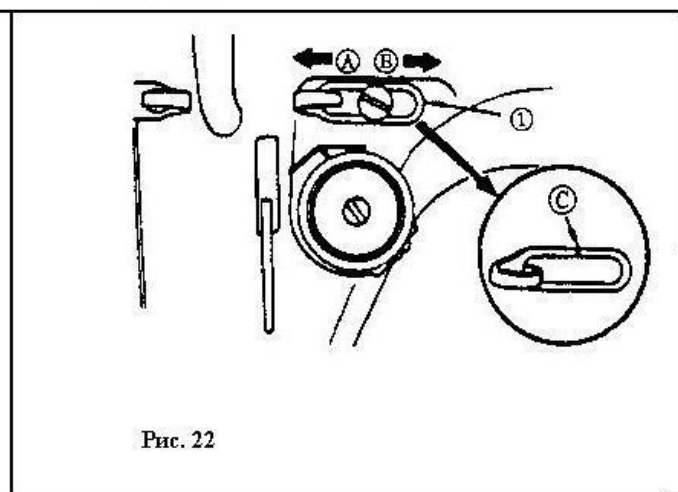

Рис. 22
16. РЕГУЛИРОВКА ХОДА НИТЕПРЯГИТЕЛЯ (Рис. 22).